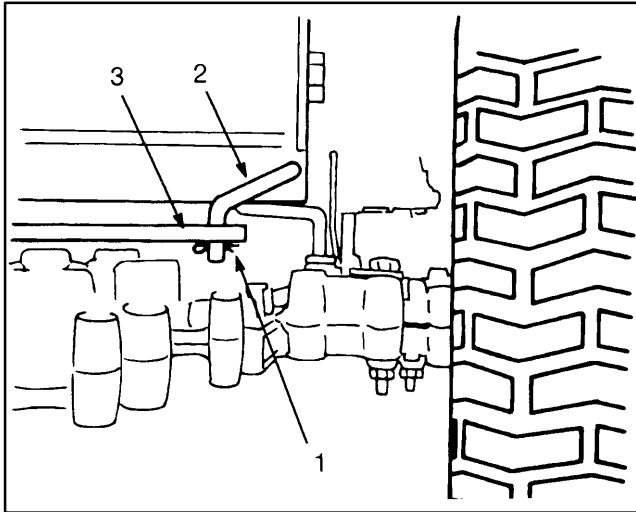

Abbildung 32
1. Den Splint aus der Stange an der rechten Seite der Hinterachse (von hinten gesehen) entfernen (Abb. 32).
2. Die Stange aus dem Profilloch herausheben (Abb. 32).